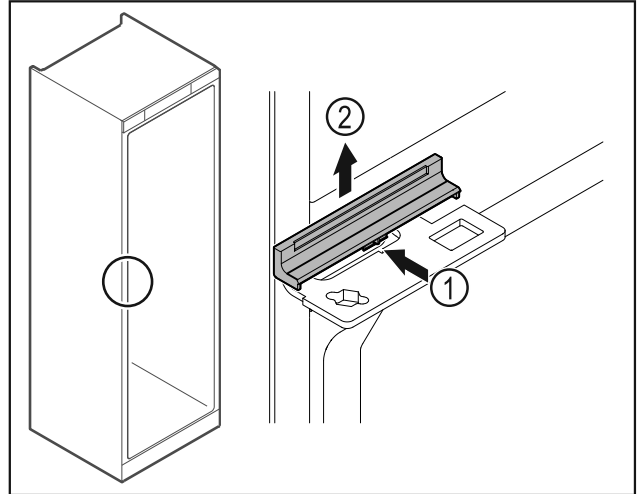

Fig. 40
- Appuyer légèrement sur le centre du cache Fig. 40 (1) et le retirer par le haut Fig. 40 (2).